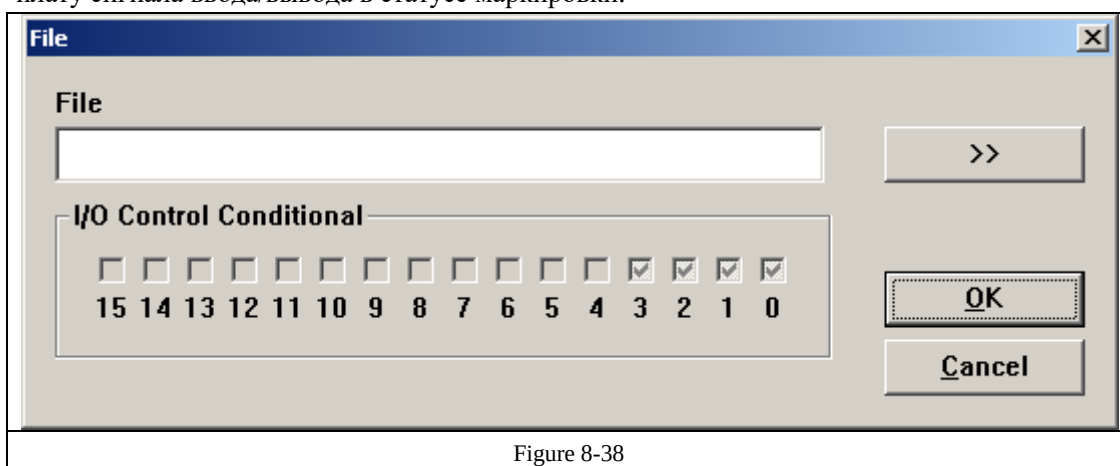
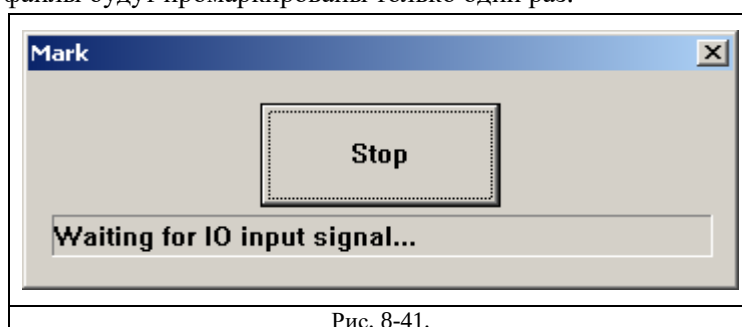

Figure 8-38
Рис. 8-41.
**Add (добавить):** добавление файлов .ezd. После нажатия кнопки «add» появляется окно диалога, показанное на Рис. 8-38. При установке для файлов условного управления вводом/выводом производится автоматическая маркировка файлов при поступлении на плату сигнала ввода/вывода в статусе маркировки.
Если приемлемый для программы сигнал должен быть импульсным, необходимо установить порт ввода/вывода (IO), не показанный на Рис. 8-38, в сигналах IO запуска маркировки. Например, порт 0-3, показанный на Рис. 8-38, должен быть изменен установкой другого порта в условиях IO начала маркировки, а именно: порта 6. Нажмите «маркировку», появится окно, Рис. 8-41. В случае одновременного принятия платой сигнала ввода/вывода (IO) начала маркировки и установленных условий управления вводом /выводом (IO) файлы будут промаркированы только один раз.